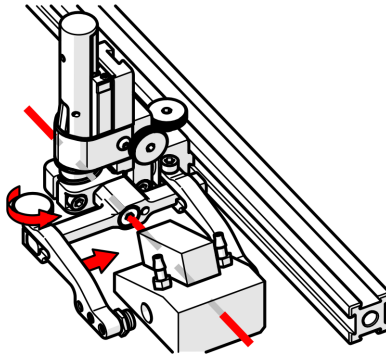

Abbildung 2-75 Einstellen des äußeren Arms
2. Lösen Sie den Einstellknopf des Prüfkopfhalterarms (siehe Abbildung 2-75 auf Seite 99) und schieben Sie den Prüfkopfhalterarm entlang des Bügels. Drücken Sie dabei den Keil ein.